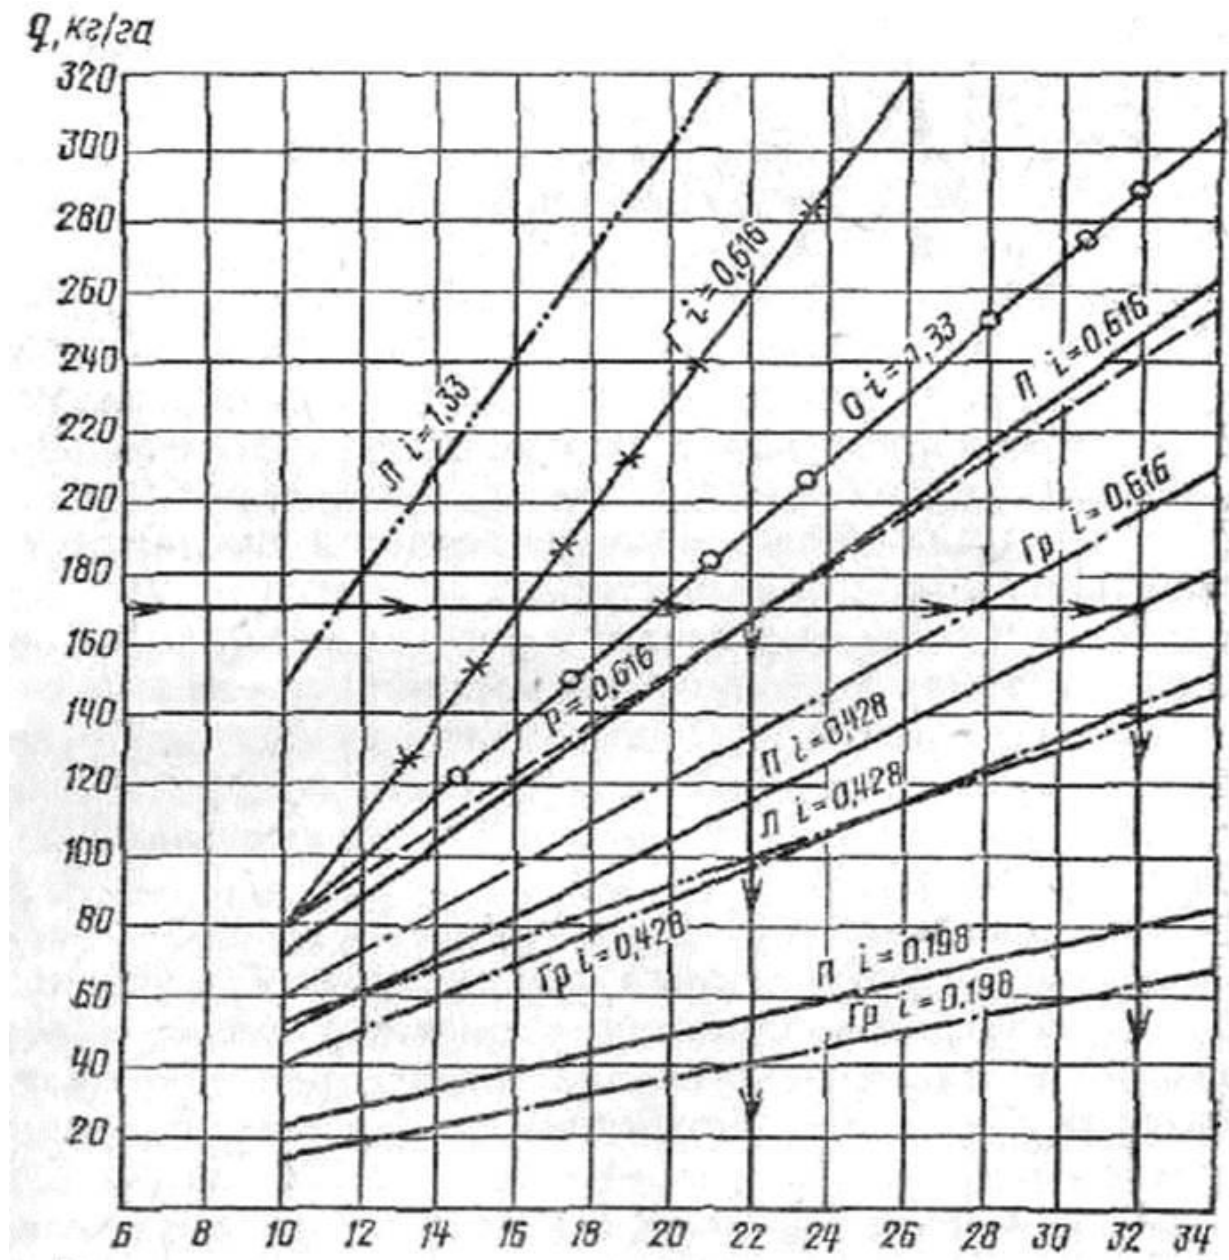

Рисунок 2 – Номограмма для подбора оптимального передаточного числа редуктора сеялки СЗТ-3,6
В зависимости от высеваемой культуры устанавливают зазор между клапаном и ребром муфты, определяют по таблице и устанавливают необходимое передаточное число редуктора (рис. 2). В зависимости от высеваемой культуры и нормы высева по диаграмме определяют и устанавливают на се-
1. По номограмме (рисунок 2) определить оптимальное передаточное отношение привода высевающего аппарата.